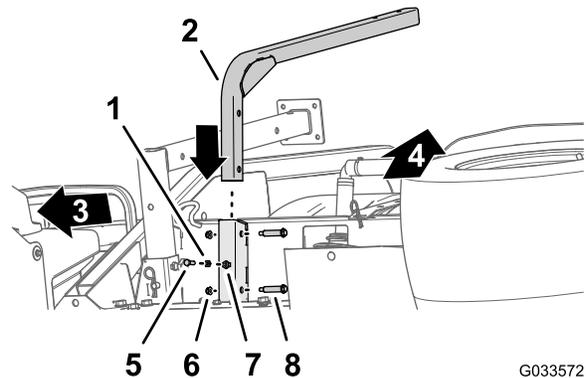

Bild 44
1. Fluchten Sie das Stützrohr für den Frischwasserbehälter mit dem Kanal der Behälterstütze aus (Bild 44).
2. Fluchten Sie die Löcher im Stützrohr mit den Löchern im Kanal aus (Bild 44).
3. Befestigen Sie das Rohr mit zwei Ansatzschrauben (1/2" x 1-15/16") und zwei Sicherungsbundmutter (5/16") am Kanal (Bild 44).
5. Schrauben Sie die Klemmmutter (5/16") in die Schraube (5/16" x 1"), wie in Bild 44 abgebildet.
6. Schrauben Sie die Schraube (5/16") und Klemmmutter auf die Schweißmutter unten am Behälterstützkanal und ziehen die Schraube und Klemmmutter mit der Hand an (Bild 44).